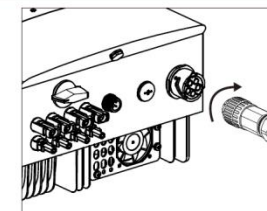

Abbildung 5.24 Wechselstromstecker zum Wechselrichter
C) Schließen Sie den Wechselstromstecker an den Wechselrichter an und ziehen Sie den Wechselstromstecker im Uhrzeigersinn fest (siehe Abbildung 5.24), bis ein leichtes Klicken anzeigt, dass der Anschluss eingerastet ist.